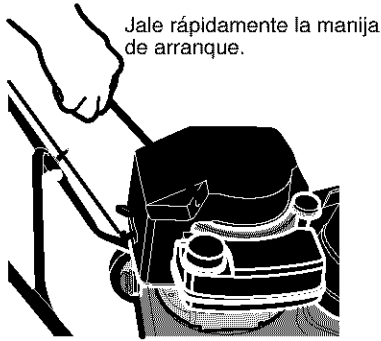

Figura 7
5. Jale la **manija de arranque a reacción** con un movimiento rápido (vea la Figura 7). No deje que la manija se devuelva con violencia. Permita que se devuelva suavemente mientras usted sujeta